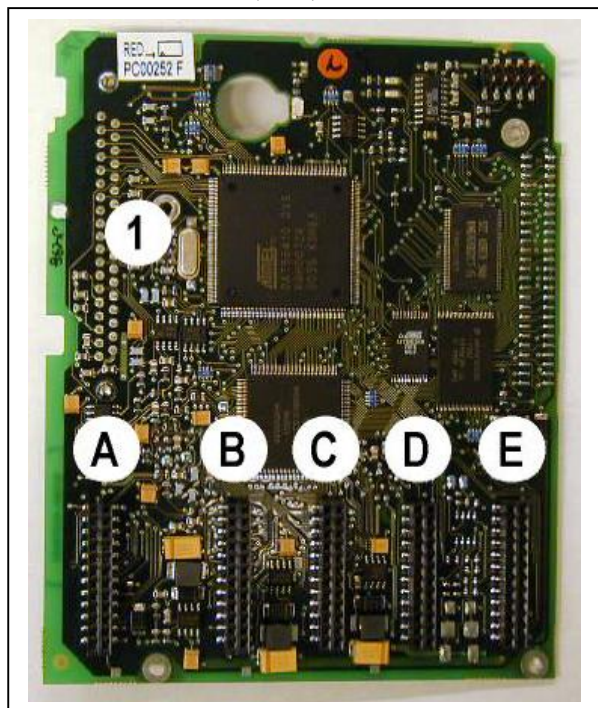

Figura. 6-23. Painel de controle NX
A unidade de controle do inversor de frequência consiste basicamente do painel de controle e demais painéis (ver Figuras Figura. 6-23 e Figura 6-24) ligados aos cinco conectores de slot (A a E) do painel de controle. O painel de controle está conectado à unidade de potência por um conector D (1) ou cabos de fibra ótica (FR9).